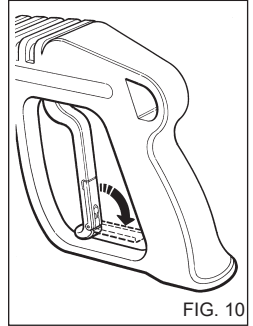

FIG. 10
- Når rengjøringsmaskinen ikke er i bruk må sikkerhetsanordningen på håndtaket lukkes (fig. 10).